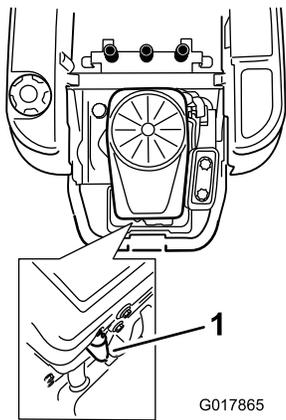

Bild 34
3. Klemmen Sie das Zündkabel von der Zündkerze ab (Bild 34).